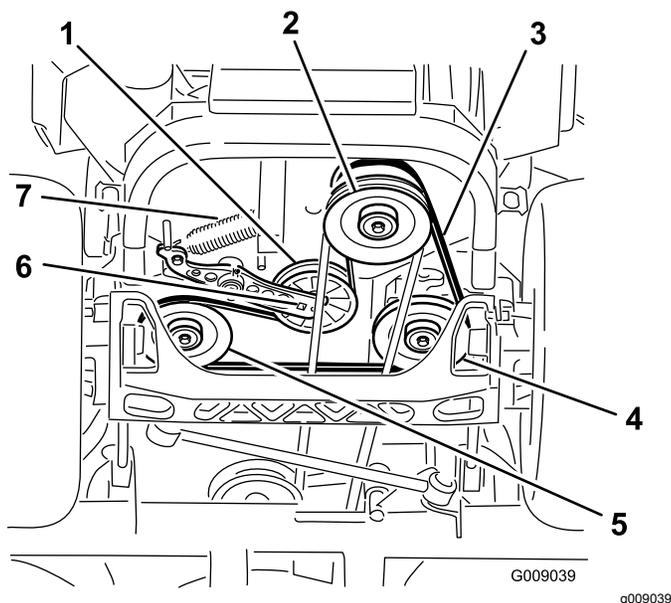

Figure 83
- Soulevez la machine sur des chandelles (Figure 83).
5. Insérez un rochet dans le trou carré du bras de la poulie de tension pour déposer le ressort de la poulie de tension (Figure 83).
6. Décrochez le ressort de tension sur le cadre (Figure 83).
9. Insérez un rochet dans le trou carré du bras de tension pour installer le ressort de la poulie de tension sur le cadre (Figure 83).